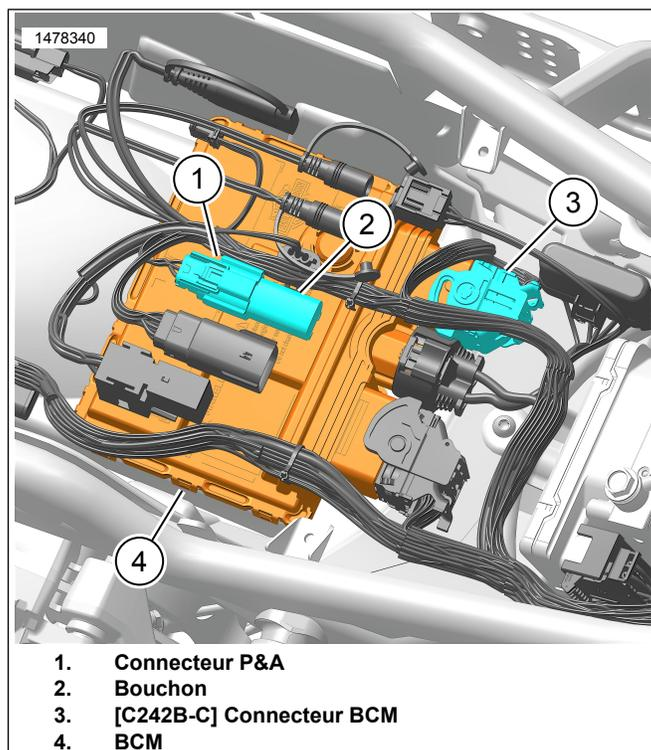

Figure 2. Connexions du BCM
1. Voir la figure 2. Installer le **nouveau** BCM (4). Consulter le manuel d'entretien.
6. Voir la figure 2. Retirer la prise (2) du connecteur P&A (1).